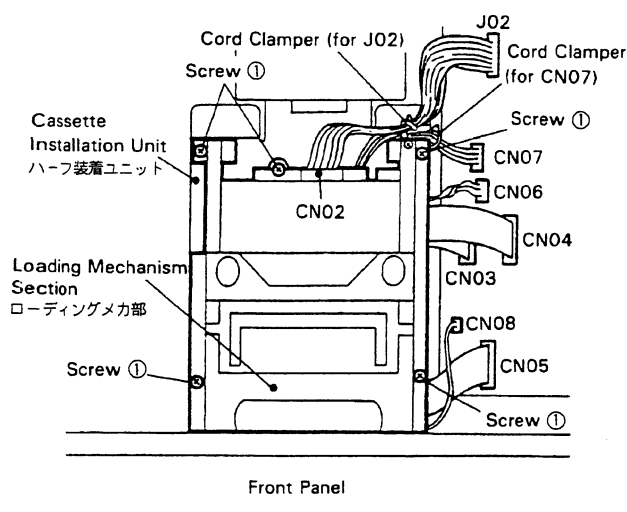

Fig. 2-1
3. Remove the five screws ① and remove the loading mechanism section. (Refer to Fig. 2-1)
3. ネジ①5本を外してローディングメカ部を外す。(図2-1参照)